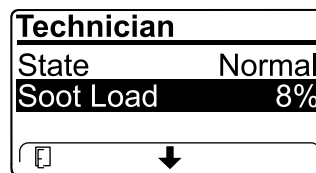

Рисунок 57
- Посмотрите объем сажи, измеряемый в виде процентов в DPF (Рисунок 57); см. таблицу объема сажи.